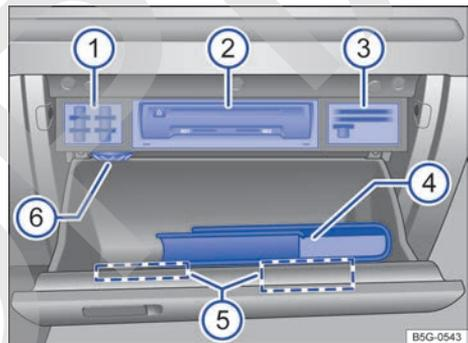

Fig. 154 Guantera abierta.
Leyenda de la fig. 154:
En función del equipamiento, en la zona superior de la guantera puede haber un compartimento aparte para la documentación de a bordo → fig. 154 ④.